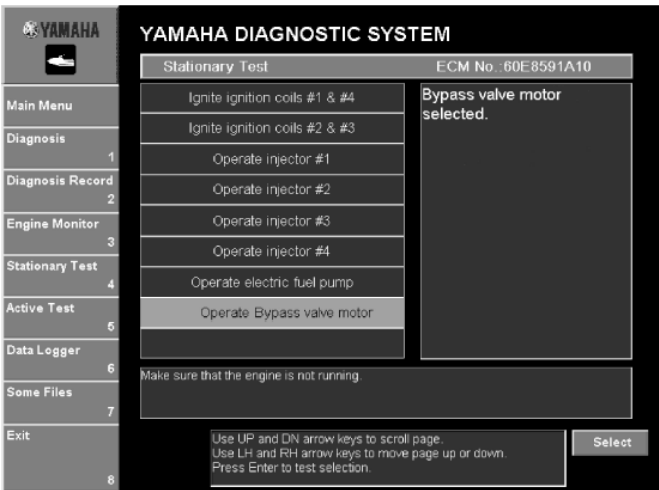

Рис. 85
1.Выбрать тест, который будет выполнен, и затем щелкнуть **Выбор(Select)** или нажать клавишу Enter клавиатуры. (Рис. 85)